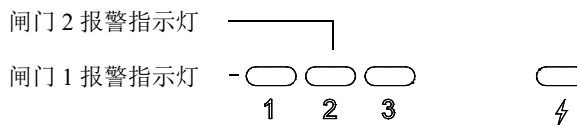

图 2-13 闸门 1 和闸门 2 的报警指示灯
- EPOCH 600 前面板上的两个报警指示灯（发光二极管）中相应的一个将会变亮（参见第 44 页的图 2-13）。